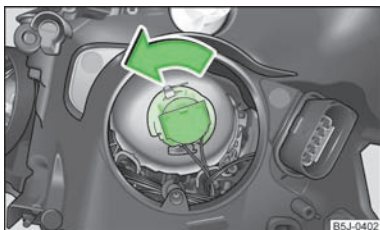

Abb. 145
- › Den Stecker mit der Glühlampe bis zum Anschlag **entgegen** dem Uhrzeigersinn drehen » Abb. 145 und herausnehmen.